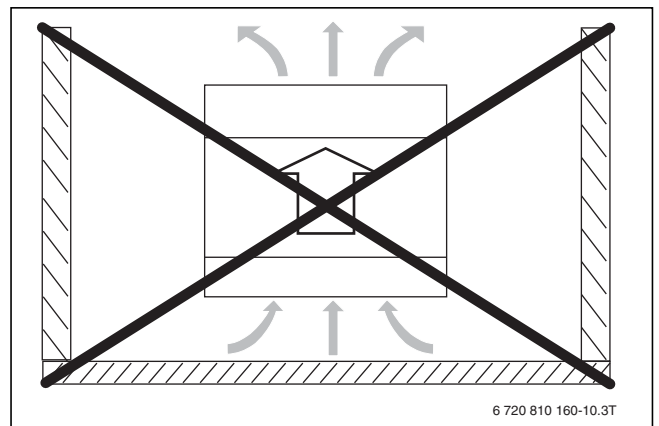

Рис. 11 Не устанавливайте тепловой насос в окружении стен
- Не устанавливайте тепловой насос в углах, где он с трёх сторон окружён стенами (→ рис. 11).
Установка в углах или в окружении стен может привести к повышенному уровню шума и к сильному загрязнению испарителя (→ рис. 11).